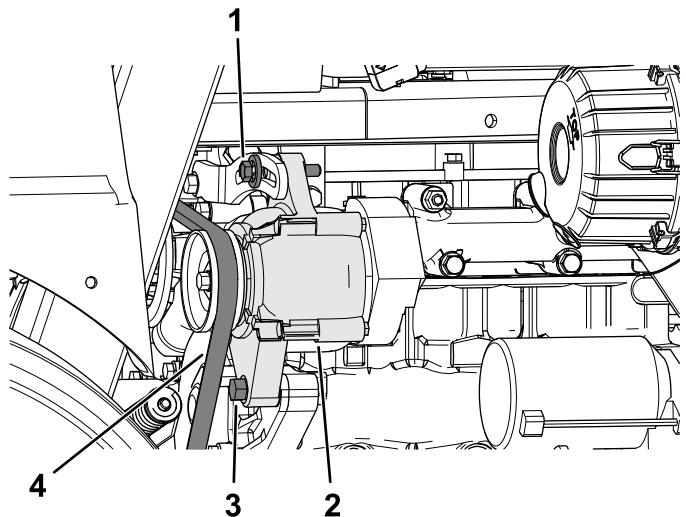

Рисунок 88
5. Ослабьте затяжку шарнирного болта генератора и стопорного болта (Рисунок 88).
7. Затяните стопорный болт генератора (Рисунок 88).
8. Затяните шарнирный болт генератора (Рисунок 88).